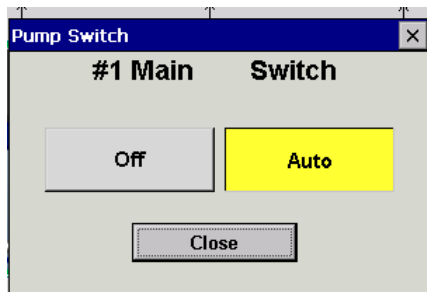

Figure 10 : page commutateur de la pompe
- a. En tapant , soit en mode Ralenti ou Automatique, une page évoluée illustrée dans la **Figure 10** apparaîtra pour programmer l'état individuel de la pompe.